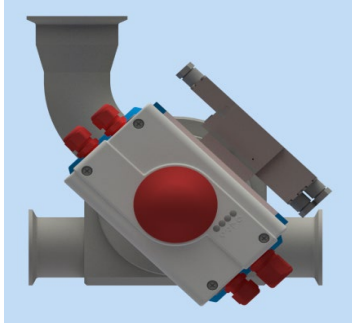

Bild 3
- Die Einbaulage eines Venturi-Ventils ist entsprechend der Darstellung in Bild 3 zu wählen